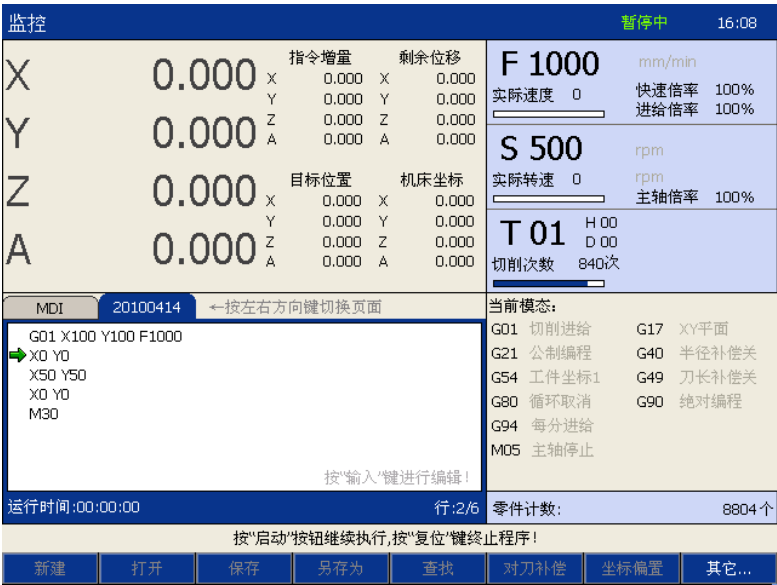

图 4-16
- 按“扫描”按钮，目标指向断电位置所在的程序段的扫描过程启动，最后‘绿色’程序指针定位到断电位置所在的程序段。如图 4-16 所示。